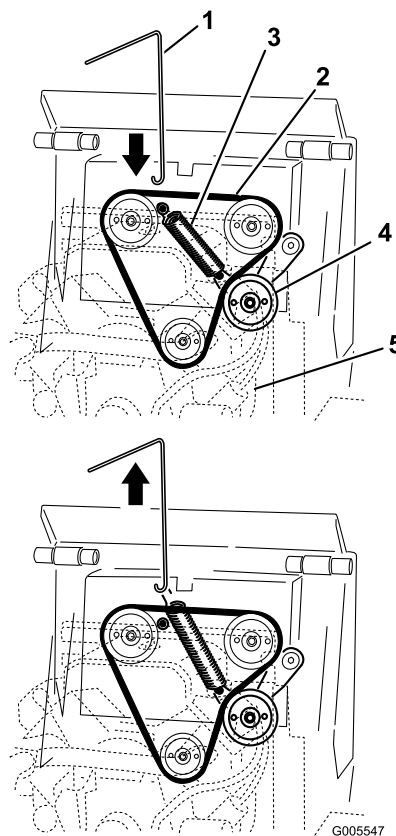

Figura 47
3. Collegare il gancio dello strumento di rimozione delle molle al gancio sulla molla della puleggia tendicinghia e staccare la molla dal prigioniero come illustrato nella Figura 47.